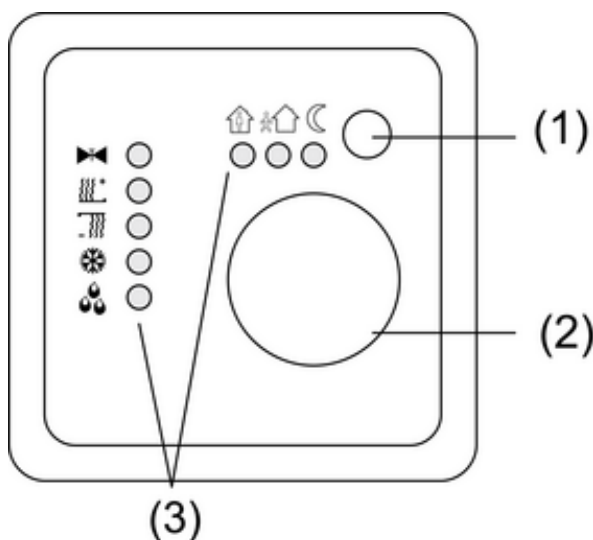

Figure 1
Le régulateur compare la température ambiante actuelle avec la température de consigne réglée et commande, selon le besoin actuel, les appareils de chauffage et de refroidissement. La température de consigne est définie par le mode de fonctionnement réglé et peut être modifiée à l'aide de la molette (2). Le mode de fonctionnement sélectionné et l'état actuel du régulateur sont indiqués au niveau de la LED d'état (3)(figure 1).
Le nouveau mode de fonctionnement est indiqué au niveau de la LED d'état (3)(figure 1).
- Actionner la touche de présence (1) (figure 1).